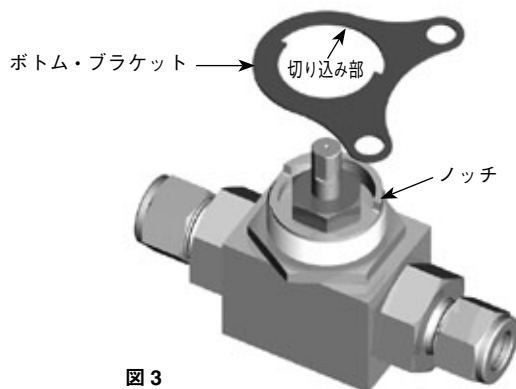

図 3
3. ボトム・ブラケットの切り込み部をバルブのノッチに合わせ、ボトム・ブラケットをバルブ上に取り付けます (図 3)。